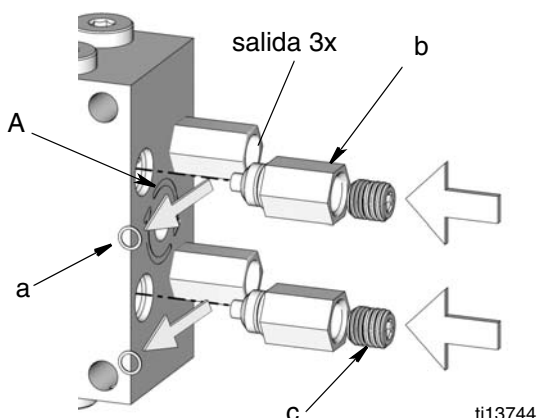

FIG. 1
2. Retire la junta frontal (a) del adaptador de salida (b) (FIG. 1).
El lubricante del adaptador de salida taponado es redirigido a la salida siguiente en el bloque divisor USP, fluyendo en orden en sentido horario, siguiendo las flechas de dirección (A) estampadas en el bloque (vea FIG. 1).
Por ejemplo en FIG. 1: Si se retiran las juntas frontales y se taponan 2 adaptadores de salida, se triplicará la cantidad de lubricante en la salida siguiente. Esta salida incluirá la salida de las salidas taponadas que ahora son redirigidas, así como su propia salida.